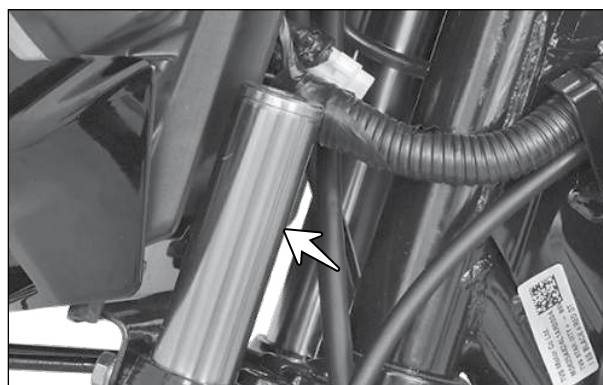

Fig. 6.25
- Puxe suavemente o conjunto do garfo (seta), conforme mostrado na figura, e reaperte o parafuso de fixação inferior. (Fig. 6.25)